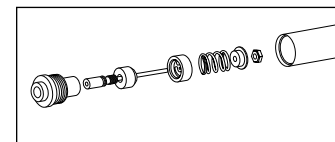

Fig. 5
2. Sfilare dall'alberino ammortizzatore la valvola di base. Annotare l'orientamento della valvola di ritegno, della piastra di ritegno, della rondella ondolata e del trasportatore. (Fig. 5).